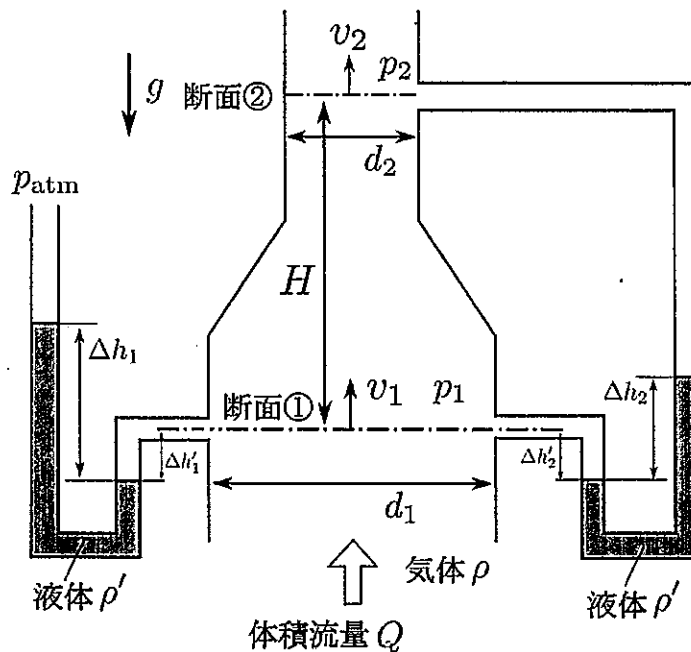

図 3-1
図 3-1 のような直径が  $d_1$  から  $d_2 (< d_1)$  へ変化する円管路を考える。その中を鉛直下方向から上方向へ向けて質量密度が  $\rho$  の気体が流れている。断面①および②における流速をそれぞれ  $v_1, v_2$  とおく。また左右に圧力を計測するためのマンノメータが設置され、それらには質量密度が  $\rho' (> \rho)$  であるような液体が入れている。このとき以下の問いに答えよ。ただし、解答は答えのみでよい。なお、気体、液体はともに非圧縮性流体であり、大気圧は  $p_{\text{atm}}$ 、重力加速度は  $g$  とし、管内においてはエネルギー損失は生じていないものとする。また円周率は  $\pi$  とする。
- [2] 円管路左側に設置した装置において液柱差が  $\Delta h_1$ 、断面①から装置右側の液面までの高さが  $\Delta h'_1$  となった。このとき、断面①における静圧  $p_1$  を  $\pi, d_1, Q, \rho, \rho', \Delta h_1, \Delta h'_1, g, p_{\text{atm}}$  のうち必要な記号を用いて表せ。
- [3] エネルギー保存に基づき、断面①と②の間で成り立つ関係式を表せ。なお、解答は  $\pi, d_1, d_2, v_1, v_2, \rho, \rho', p_1, p_2, g, H, \Delta h_1$ 、および円管路右側に設置した装置において観測される液面差  $\Delta h_2$ 、断面①から円管路右側の装置の左側の液面までの高さ  $\Delta h'_2$  のうち、必要な記号を用いて表すこと。